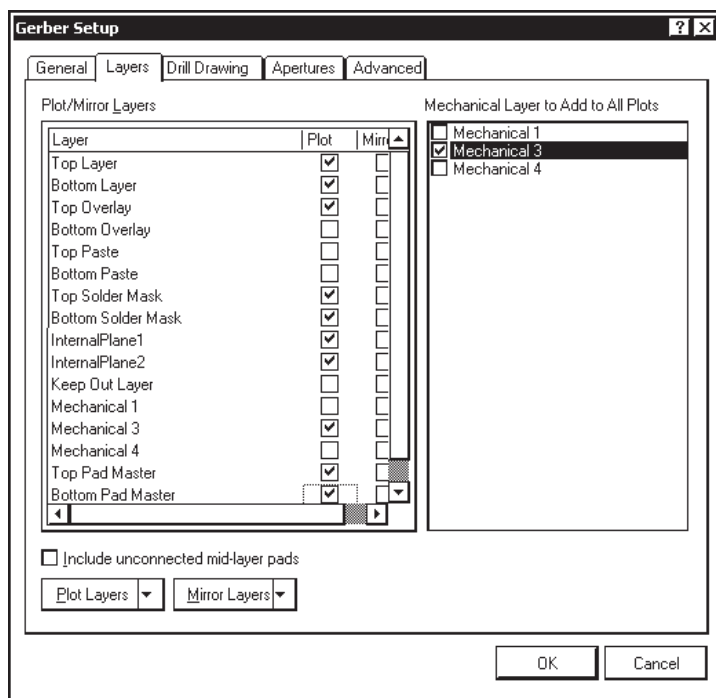

Рис. 10.11. Настройка параметров экспорта в формат фотоплоттера Gerber: панель выбора слоев для фотошаблона
- на вкладке **Layers** (слои), устанавливая соответствующие флажки, составить список слоев, для которых необходимо выполнить послойные фотошаблоны (рис. 10.11). В колонке **Mirror** можно указать слои, для которых нужны зеркально отображенные фотошаблоны;